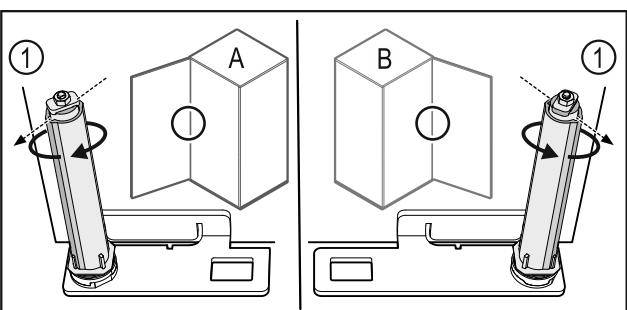

Fig. 61 Отваряне наляво (A) / отваряне надясно (B)
► Въртете затварящата система срещу съпротивлението, докато реброто на затварящата система Fig. 61 (1) сочи навън.